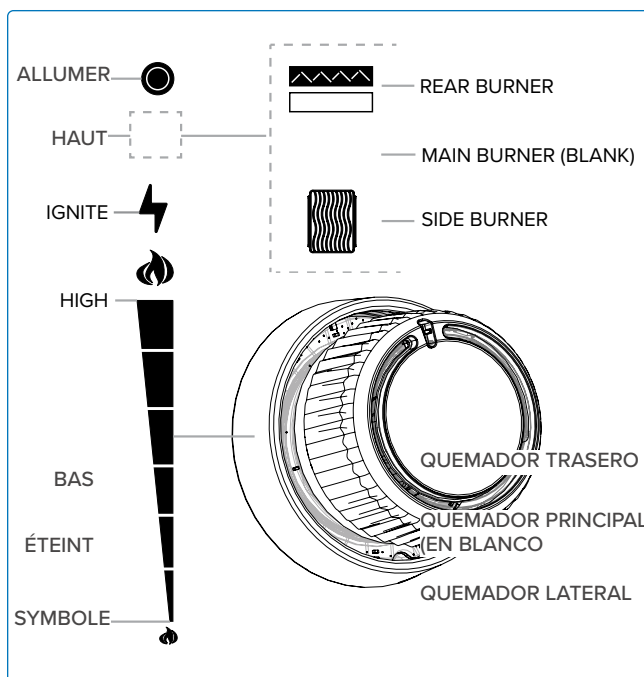

Fig. 7
2. Presiona y gira lentamente cualquier mando de quemador principal en sentido antihorario hasta la posición ALTA hasta que se encienda el piloto. Continúa presionando el mando de control hasta que el quemador se encienda y luego suéltalo (Fig. 6A y Fig. 7).
3. Presione y gire lentamente la perilla del quemador trasero en sentido contrario a las agujas del reloj hasta la posición ALTA (Fig. 6D y Fig. 7).
4. Si el quemador no se enciende en 5 segundos, gire la perilla de control del quemador en sentido horario hasta la posición APAGADO. Espere 5 minutos. Repita los pasos 2 y 3 (**Fig. 6E y Fig. 7**).